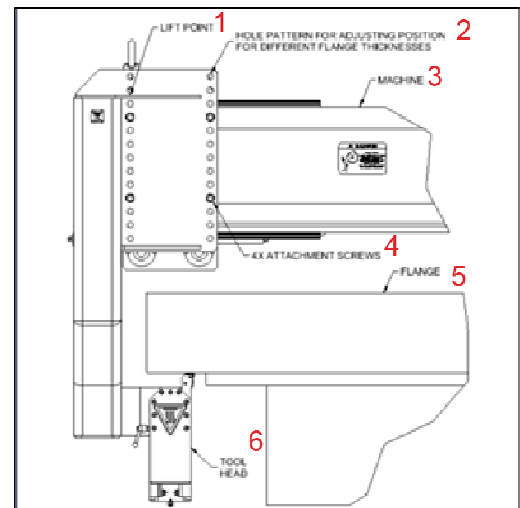

Figura 22 Accesorio de revestimiento trasero en brida
3. Coloque el brazo de mecanizado en según el diámetro de la brida de la pieza de trabajo (véase Figura 22).